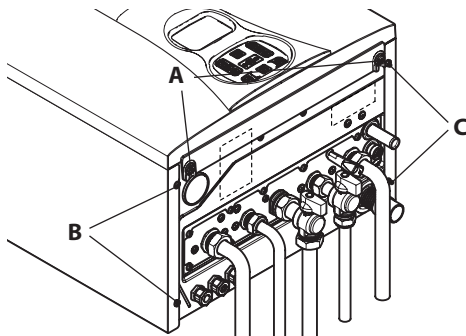
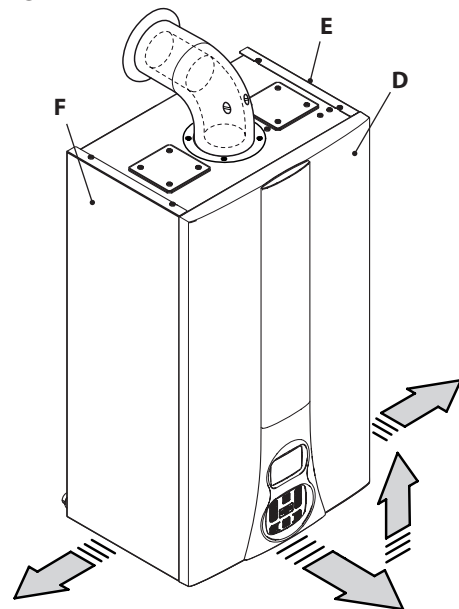

Figura 9.6
Figura 9.7
verso l'alto in modo da liberarlo dalle sedi superiori (Figura 9.6 e Figura 9.7).
Allentare la viti **B** e **C** in Figura 9.6 e togliere i due pannelli laterali **E** ed **F** tirandoli verso l'esterno.
- Bloccare il pannello frontale **D** con le apposite viti **A** (Figura 9.6).